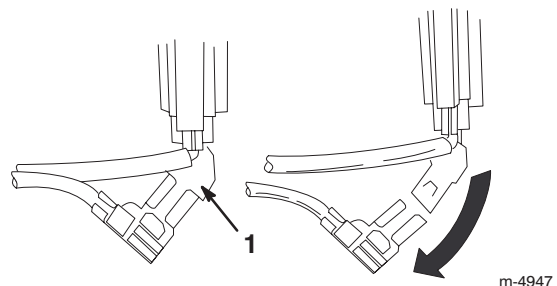

Bild 19
6. Klemmen Sie den grünen Erdungsdrahtclip unter dem Gasbedienungshebel ab (Bild 19)